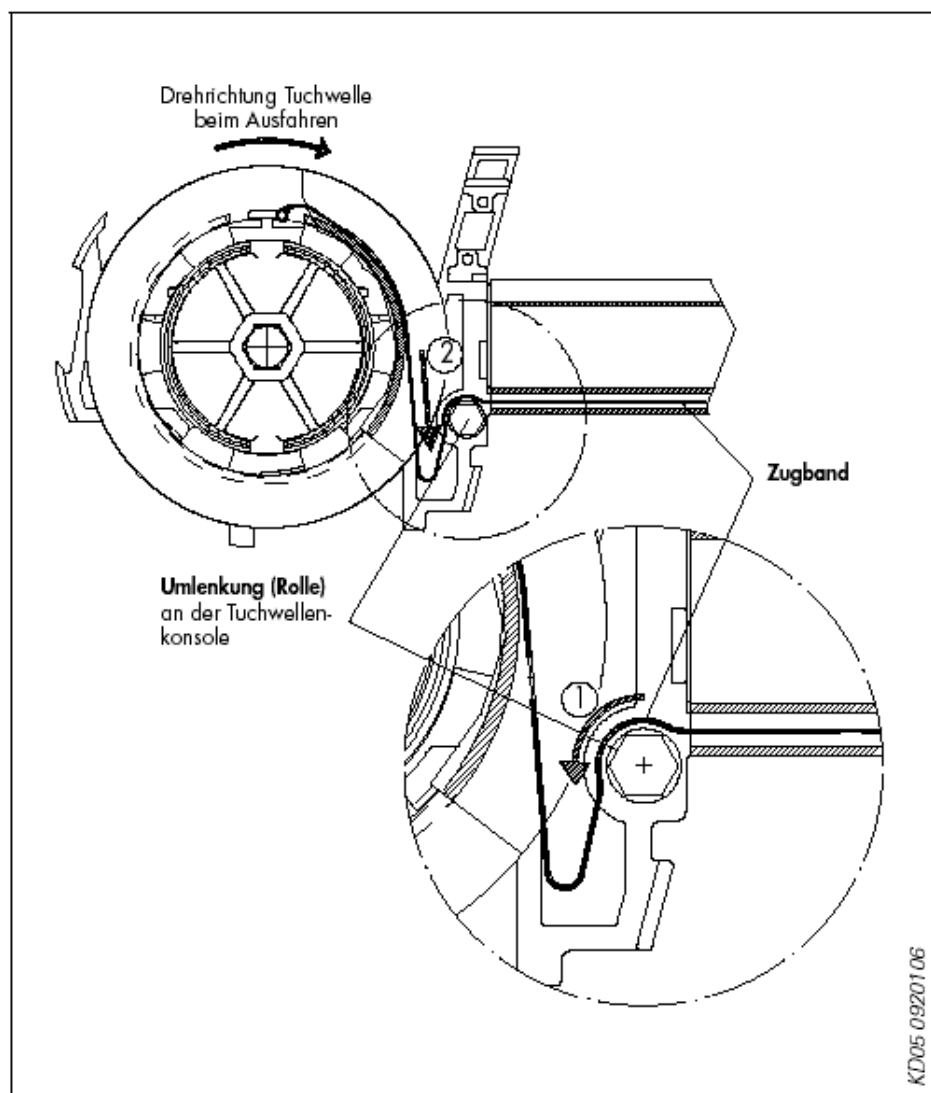

Bild 6: Zugbandumlenkung
- Fahren Sie nun mit der Montage der Wiga-Markise gemäß Montageanleitung W4 fort. Siehe Hinweise ab Bild 6.
**! Wichtig!** Zugbänder müssen über den Umlenkungen (Rollen) an den Tuchwellenkonsolen liegen (Bild 6. Detail: Pfeil 1).
Führen Sie mit einem Schraubendreher das Zugband zwischen den Flanschen der Zugscheibe und der Umlenkung (Rolle) an der Tuchwellenkonsolle nach unten (Bild 6. Pfeil 2).